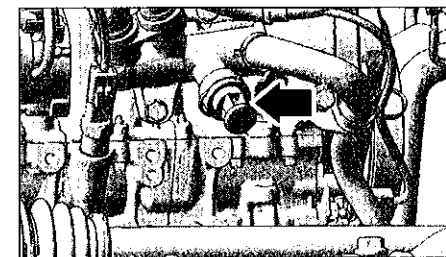

FIG. 15
- Vidanger le bloc moteur en retirant le bouchon (Fig. 15).